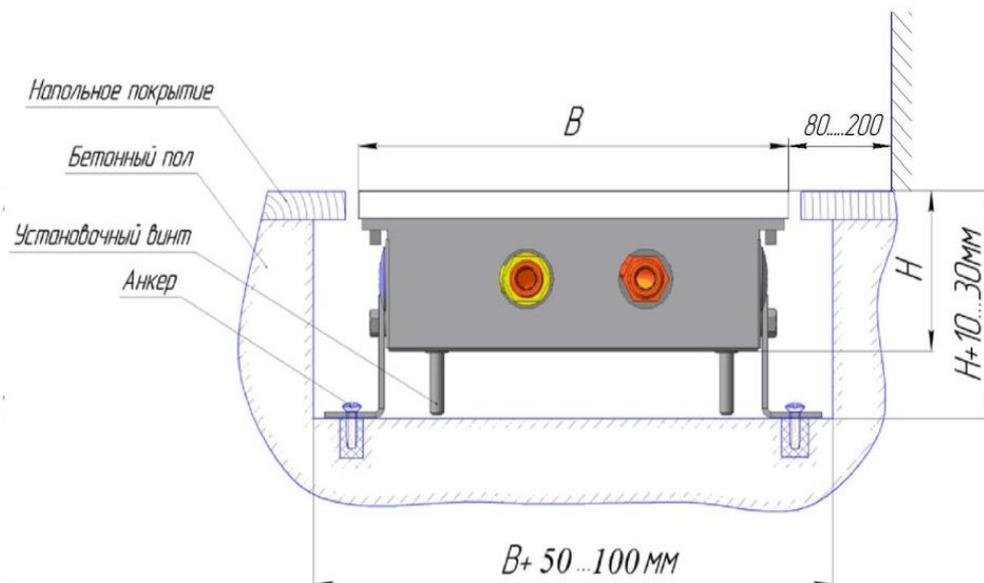

Рисунок 2. Установочные размеры.
7.5. Корпус конвектора должен быть установлен строго горизонтально в выполненной в полу нише, глубина и ширина которой зависит от высоты и ширины корпуса (см. рис. 2.): высота ниши должна быть равна высоте корпуса конвектора плюс 10...30 мм; ширина ниши должна равняться ширине конвектора плюс 50...100 мм; рекомендуемое расстояние от стены составляет 80...200 мм.